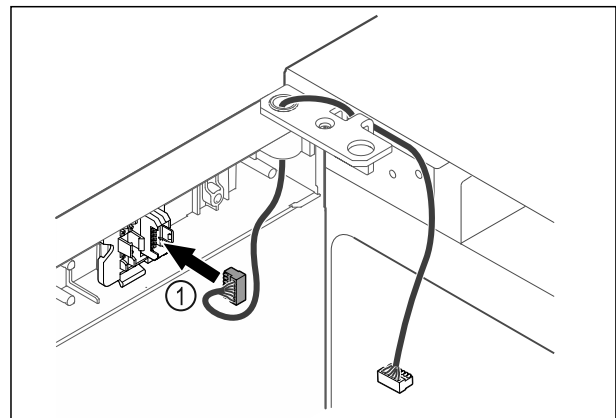

Fig. 44
- ▶ Dugja be a dugót Fig. 44 (1) a dugófoglatatba.